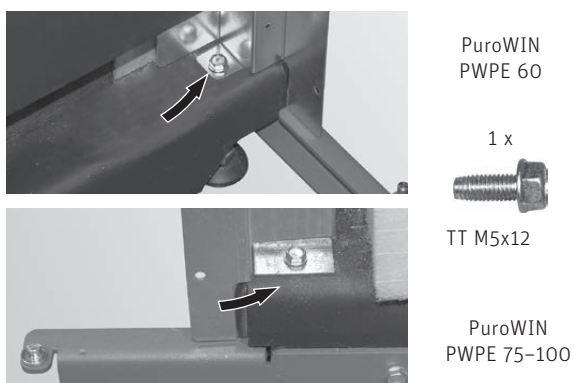
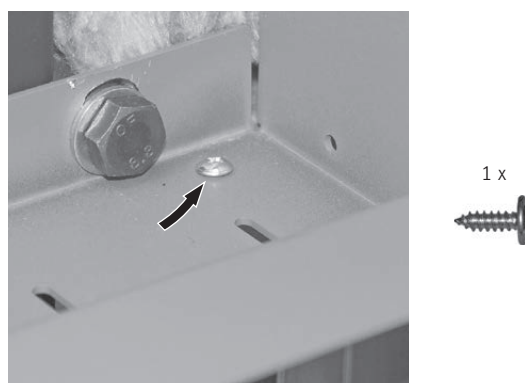

Fig. 44 Avvitare saldamente l'angolare del rivestimento in basso con la vite TT
Fig. 45 Avvitare saldamente l'angolare del rivestimento in alto con la vite autofilettante (solo su PuroWIN PWPE 60)
- ▶ Fissare l'angolare del rivestimento in basso con 1 vite autoformante TT M5x12 (Fig. 44) e in alto con 1 vite autofilettante (solo su PuroWIN PWPE 60, Fig. 45).